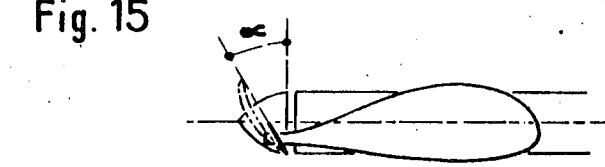

Fig. 16
Elle est basée sur le même principe que la solution précédente, sauf que l'axe charnière n'a plus qu'une valeur de $L/2$ (toujours dans les 2 plans). La fig. 16 est plus compréhensible que des explications. Cette méthode présente des avantages certains sur la précédente. En effet, il est plus facile de placer l'axe avec un angle plus faible et, de plus, les pales, au moment du repliement, sont dans la position horizontale. La pale (M) et la pale (D) nécessiteront un ressort de rappel identique et aucune de celles-ci n'aura tendance à « retomber » par gravité.